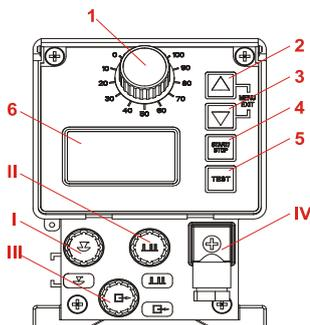

Fig. 5.5 Modèles EMP II E60 et EMP II E60^{PLUS}
La pompe est maniée au moyen de 4 touches (voir au chapitre 5.3.1, Fig. 5.5, pos. 2, 3, 4 et 5) (voir au chapitre 9.4 «Fonctions des touches »).
L'affichage de service est représenté via un afficheur graphique (voir au chapitre 5.3.1, Fig. 5.5, pos. 6).